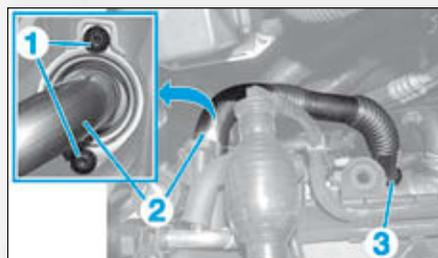

FIG.33
- le collier (3) (Fig.33),
- les vis (1),
- le tube d'alimentation EGR (2),